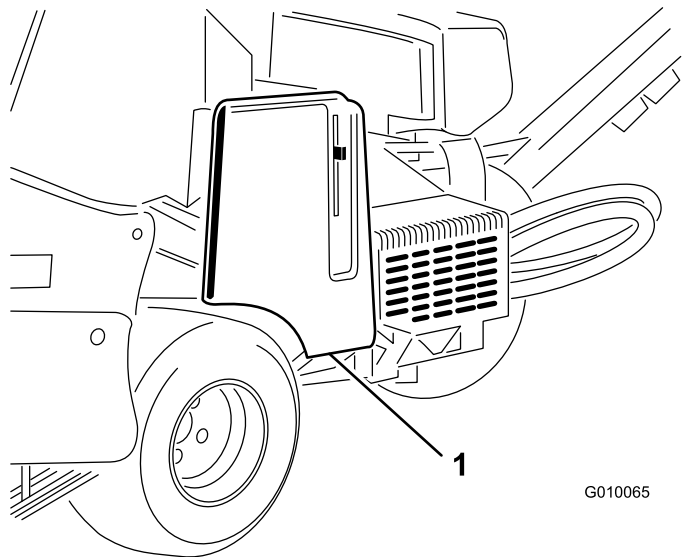

Figure 57
2. Déverrouillez et déposez le protège-courroie (Figure 57).